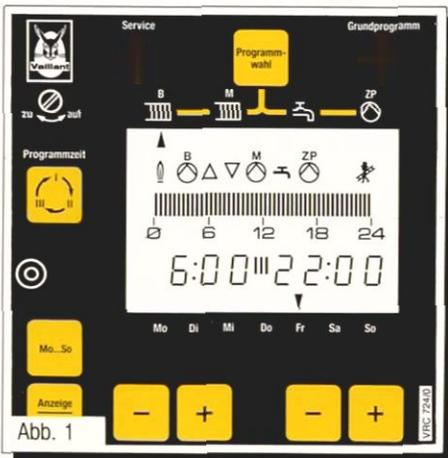

Abb. 1
- ▲ — Markierung für Programme (z. B. Heizkreis Brenner (B))
- ⊗ — Heizungsumwälzpumpe im Heizkreis Brenner (B) in Betrieb
- △ — Motormischer im Heizkreis Mischer (M) fährt "Auf"
- ▽ — Motormischer im Heizkreis Mischer (M) fährt "Zu"
- ⊗ — Heizungsumwälzpumpe im Heizkreis Mischer (M) in Betrieb
- 16:15 — Aktuelle Uhrzeit (nicht in Abb. 1 dargestellt)